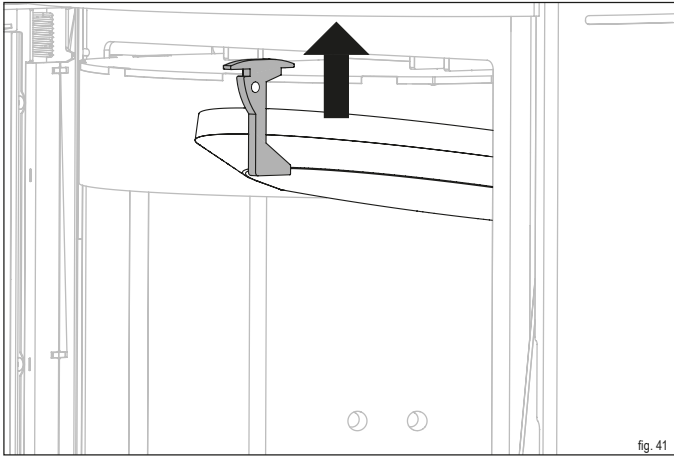

fig. 41
- ▶ Spingere in alto il supporto della pietra termica (fig. 41).